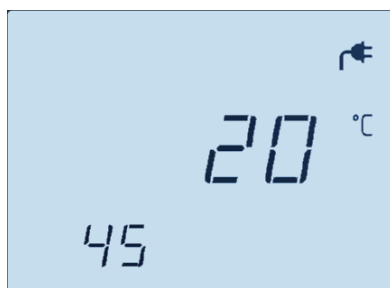

Рисунок 14. Цифровой индикатор Устройства в состоянии ожидания пуска
Нажать кнопку ON/OFF (7) пульта управления для активации Устройства. Устройство перейдет в *состояние ожидания пуска*: цифровой индикатор (1) отобразит текущее значение температуры воздуха в помещении (в единицах °C, рис. 14) в средней строке индикатора, и, влажности (в %, если подключен датчик влажности) в нижней строке.